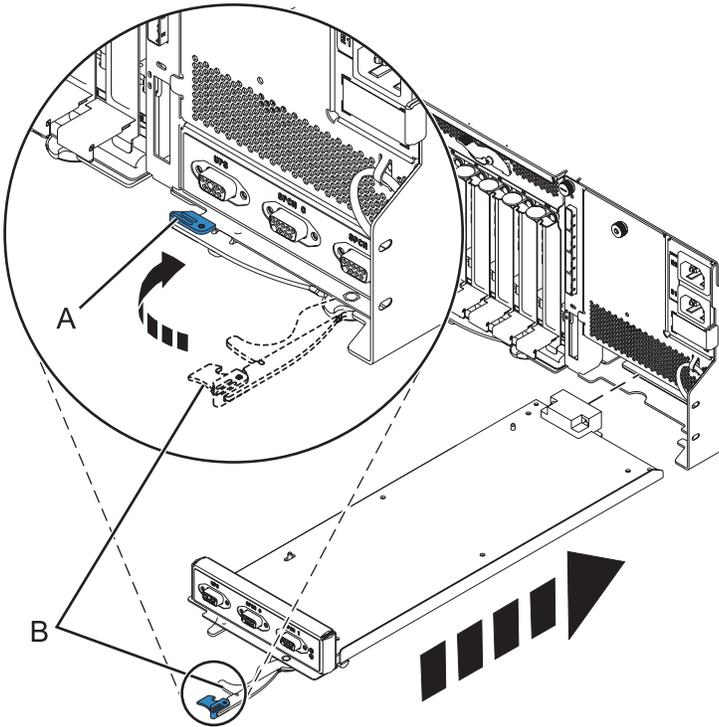

Abbildung 47. Gehäuse-Management-Controller austauschen
7. Schieben Sie den Gehäuse-Management-Controller vorsichtig in das System und schließen Sie die Verriegelung (A) (siehe Abb. 47).